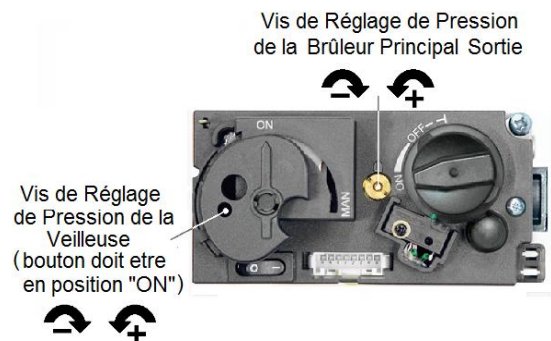

Figure 18 - GV60 Soupape
1. La vis d'ajustement peut être atteinte à travers un trou dans le bouton MANUEL (voir Figure 18).
Les régulateurs convertibles sont conçus pour offrir chacune des deux sortes de pression externe fixée pour le Gaz Naturel (GN) ou le Gaz Propane (GP). Pour changer d'un gaz à l'autre, tourner la vis de pression de sortie du boîtier (voir Figures 18 et 19) en sens contraire des aiguilles d'une montre pour l'enlever. **Faire attention de ne pas utiliser la petite fente plate sur la vis elle-même mais utiliser la fente plus large de la vis du boîtier pour enlever l'unité.** Détacher et enlever la pièce de plastique, la tourner à 180° et la glisser à nouveau sur la fiche de conversion jusqu'à ce qu'elle s'y attache. Réinstaller la prise de conversion en vissant dans le sens des aiguilles d'une montre jusqu'au fond. Le port de basse pression doit aussi être changé (voir Figures 20 à 25, pages 24 à 25).
(Référer aux Figures 18 à 25)